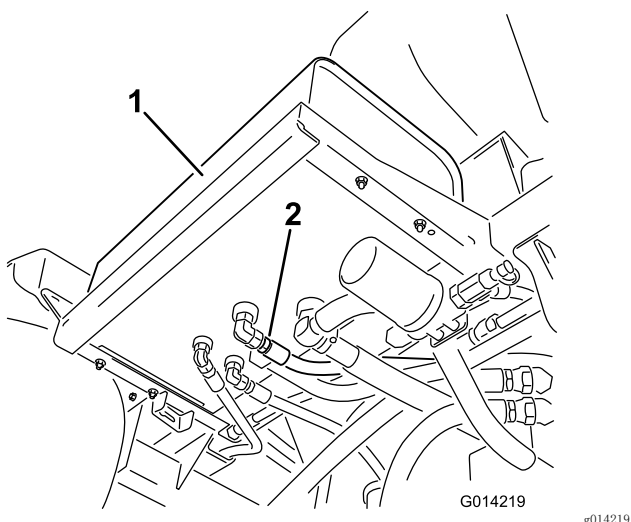

图62
2. 清洁液压油箱底部的液压软管接头周围的区域（图 62）。
4. 从油箱上拆下软管接头、将油排放到盘中（图62）。